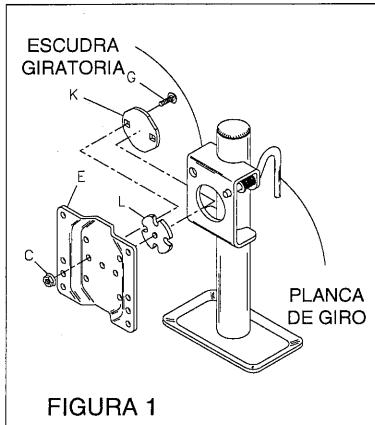

FIGURA 1
Inserte dos de los pernos de carroaje (G) en los agujeros cuadrados de la arandela (K) y colóquela detrás de la escuadra giratoria del gato (vea la Figura 1). Coloque la arandela de trébol (L) en el agujero grande de la escuadra giratoria, orientando la protuberancia central de la arandela hacia afuera. Coloque la placa giratoria (E) sobre el extremo de la palanca de giro y sobre las puntas de los pernos de carroaje. Asegúrese que la protuberancia central de la arandela de trébol encaje en el agujero central de la placa giratoria. Instale y apriete las cuatro contratuerzas (C) en los pernos de carroaje. Nota: Cuando la palanca de giro se desconecta, la placa giratoria deberá girar libremente.